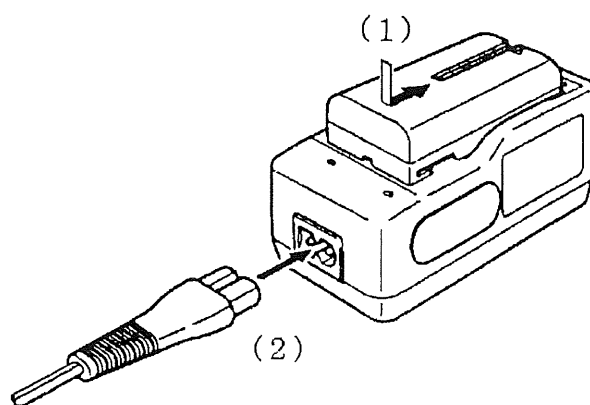

図3-23 充電器
1. 充電器にバッテリーパックを取り付けます。(図3-23の1)
2. ACケーブルを充電器に接続し、ACケーブルのACプラグをコンセントに差し込んでください。充電器のCHARGEランプ(オレンジ)が点灯し、充電が始まります。(図3-23の2)